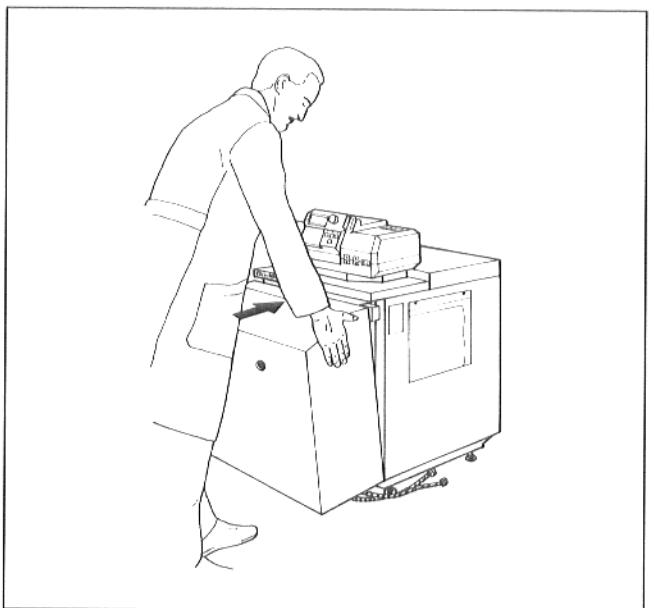

Abb. 24
- Brennerhaube 14 mit der oberen Kante auf die Halte-leiste setzen, in Richtung Heizkessel andrücken bis die Brennerhaube einrastet (Abb. 24).
- Blechschraube oben in Brennerhaube eindrehen (Pfeil – Abb. 24).
- Blechschraube aus Brennerhaube herausdrehen (Pfeil – Abb. 24).
- Brennerhaube abnehmen (an den Seiten mit beiden Händen anheben und nach vorne ziehen – Abb. 24).
- Blechschraube in Brennerhaube eindrehen (S 315 U – Pfeil – Abb. 24).